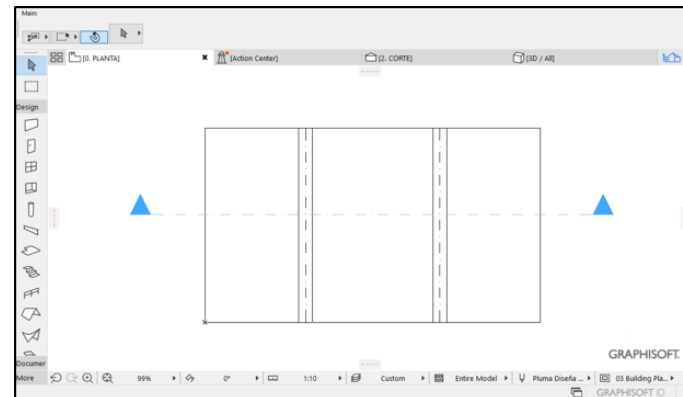

Fig. 2
- Al abrir el Archivo Descargable se visualizará en la *Pantalla Gráfica* la solución constructiva. (Fig. 2)